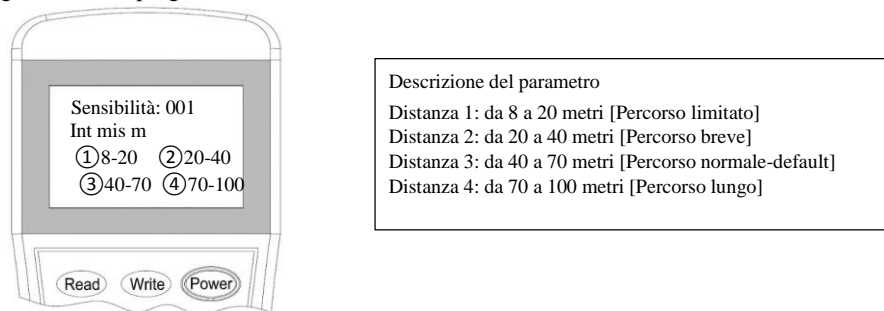

Figura 11
2. Accendere il programmatore, premere il pulsante "3" poi visualizzare "Sensibilità e Intervallo di misura (m)". Poi entrare e premere il tasto "0/Pagina" per evidenziare l'impostazione dell'intervallo di misura precedente. Quindi premere il valore da 1, 2, 3 o 4 corrispondente al valore d'intervallo e infine premere il tasto "Scrivi". (Figura 11)